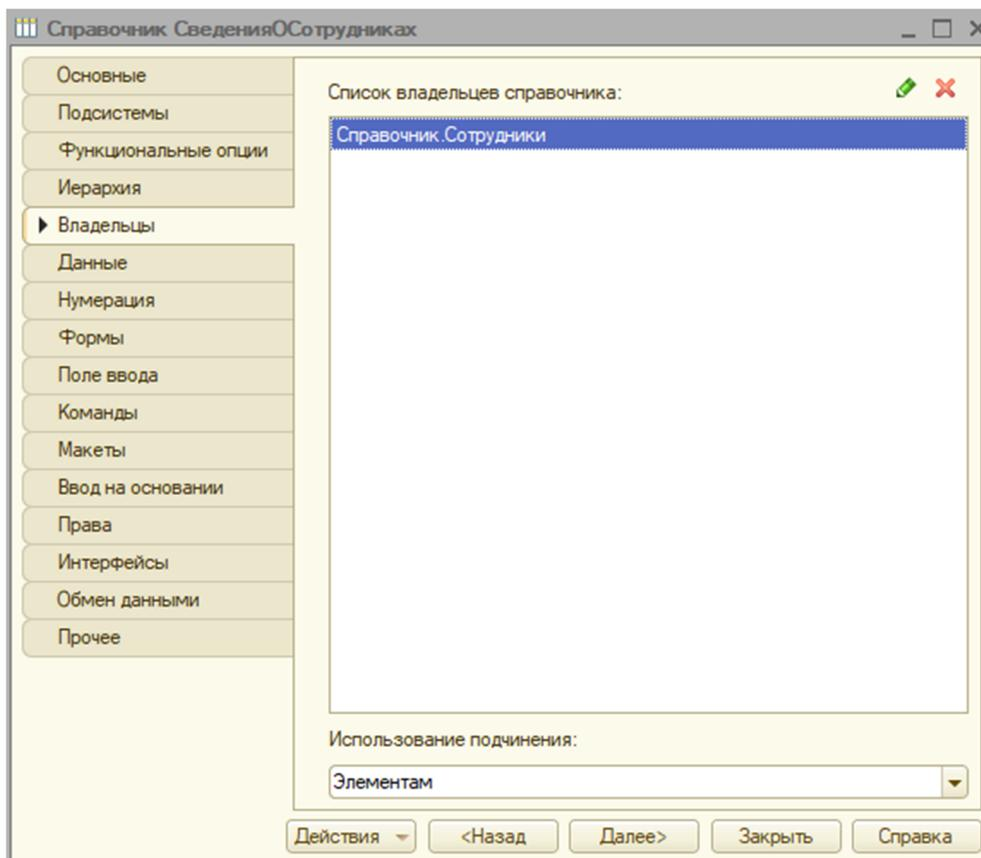

Рис. 1.5. Справочник «Сведения о сотрудниках»
5. Справочник «Сведения о сотрудниках» добавим в список владельцев справочника «Сотрудники» (рис. 1.5).